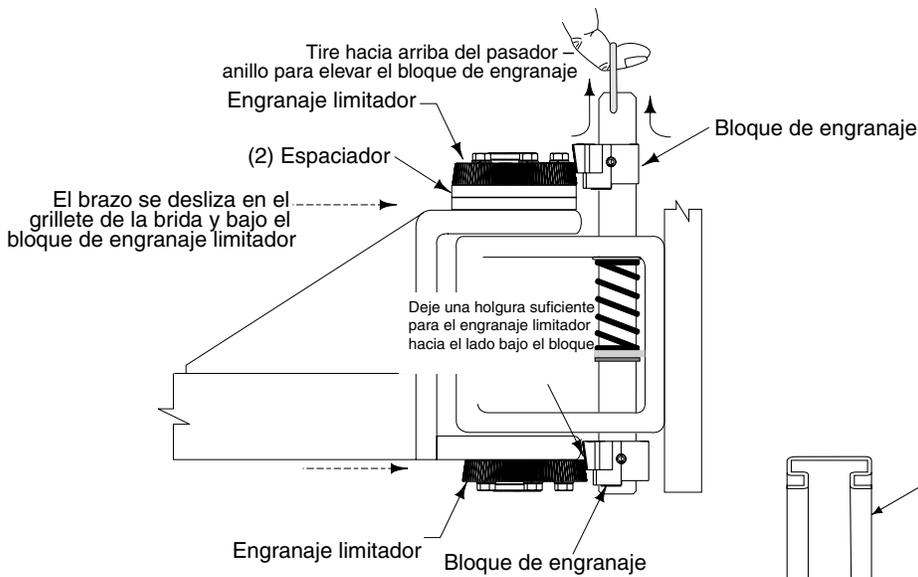

Fig. 30
- Tras haber instalado los engranajes limitadores, eleve el carro de grúa a una altura adecuada. Engrase los pasadores del brazo y los orificios con grasa de litio. Eleve el bloque de engranaje tirando hacia arriba del pasador-anillo para permitir la holgura suficiente para que el engranaje limitador y el brazo se desplacen por encima de la brida y por debajo del diente del bloque de engranaje (o parada de engranaje), Fig. 30. Instale pasador(es) de brazo con un diámetro de 1 1/2", Fig. 31. La parte inferior del engranaje limitador B sujeta el pasador del brazo en su posición adecuada. Asegúrese de que la parte inferior del engranaje B se desliza en la ranura del pasador del brazo. Deje que sobresalgan 7mm del pasador de muelle del orificio. Instale las protecciones del brazo como se muestra en la Fig. 31.
Tras haber instalado el pasador de brazo, apriete los tres pernos del engranaje limitador a 40.7 - 46.1Nm.. Baje el bloque de engranaje de tal manera que el diente del engranaje limitador y el bloque de engranaje encajen, Fig. 30.